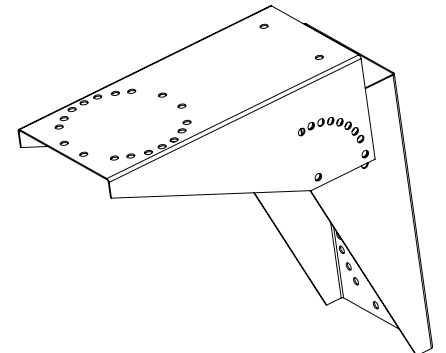

Figura 4 — Conjunto de Soporte
2. Inserte la parte más ancha del reborde de un soporte dentro de la parte más ancha del reborde del segundo soporte, formando una "V" como se muestra en la Figura 4.